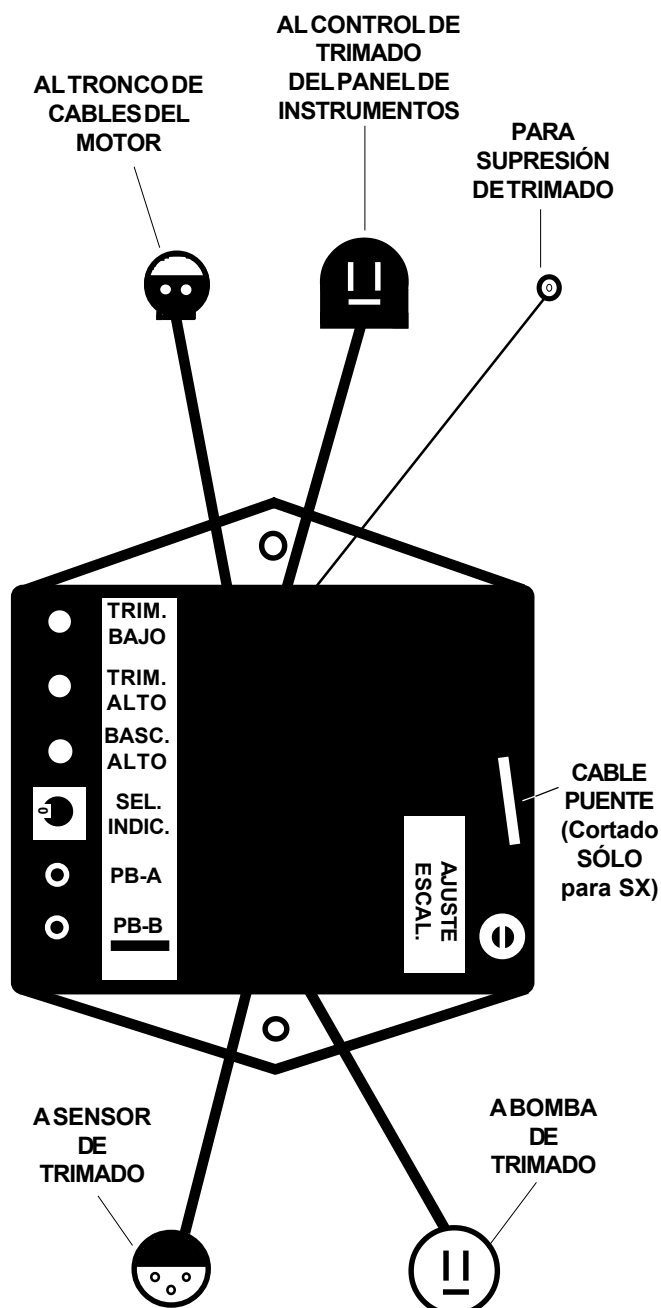

Figura 1. Identificación de conexiones del limitador de trimado
2. Aplicar una ligera capa de grasa hidrófuga a ambos lados del tapón de la bomba de trimado (ver figura 1) llevando directamente a la bomba. Alinear el receptáculo con el tapón del cable y unirlos comprimiendo firmemente.
3. Aplicar una ligera capa de grasa hidrófuga al tapón del sensor de trimado (ver figura 1) conduciendo directamente al escudo de popa. Alinear y conectar el tapón y presionarlo firmemente asegurando con un clip de retención.
4. Aplicar una ligera capa de grasa hidrófuga al tapón de sobrepaso de trimado (ver figura 1) conduciendo al cable de sobrepaso del del instrumento. Alinear y conectar el tapón y presionarlo firmemente.
5. Aplicar una ligera capa de grasa hidrófuga al tapón de control de trimado (ver figura 1) conduciendo al tronco de cables de trimado/basculamiento del panel de instrumentos. Alinear y conectar el tapón y presionarlo firmemente.
6. Aplicar una ligera capa de grasa hidrófuga a ambos lados del tapón conector del tronco de cables del motor (ver figura 1). En aplicaciones diesel, este conector se acoplará directamente al cable de trimado conduciendo a los controles de trimado y desviándose del tronco de cables del motor. Alinear el receptáculo con el tapón del cable y presionarlo firmemente, asegurando con un clip de retención.